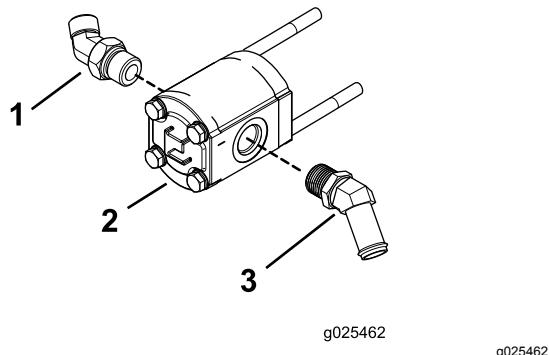

図 5
注 フィッティングは図 5に示す角度に取り付けてください。
1. Oリング付き 45° フィッティングを、ポンプの運転席側に取り付ける図 5。
2. ホースバーブ付き 45° フィッティングを、ポンプの右側に取り付ける図 5。